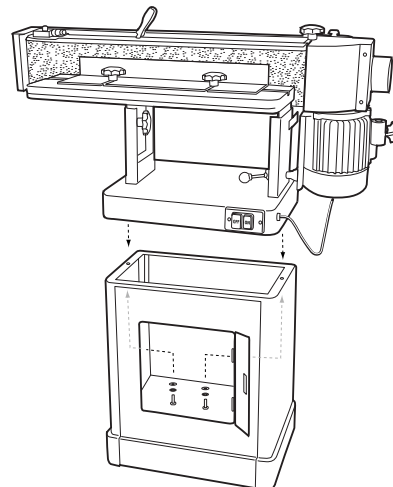

FIGURA 3
1. Con ayuda de otra persona, levante cuidadosamente el ensamble de la mesa sobre el gabinete y colóquelo de modo que los dos agujeros en la base del ensamble de mesa queden alineados con los agujeros en cualquiera de los extremos del gabinete. Consulte la Figura 3.